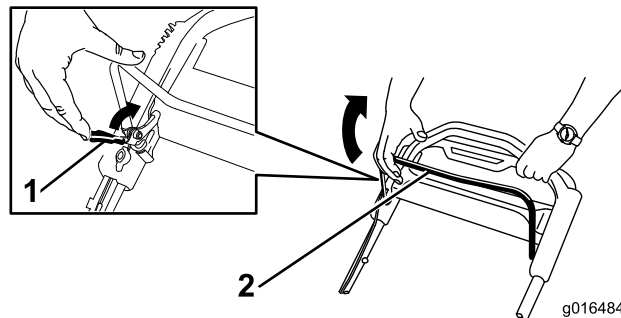

Figura 23
1. Tirate il blocco della barra di comando della lama verso la barra stessa (Figura 23).
2. Tirate indietro **lentamente** la barra di comando della lama verso la maniglia (Figura 23).